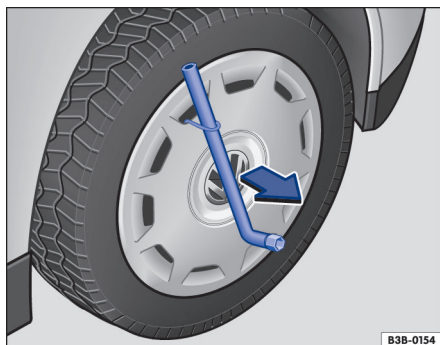

Fig. 258 Retirar a calota integral.
- Passar a chave de roda pelo gancho → Fig. 258 e puxar a calota para fora no sentido da seta.